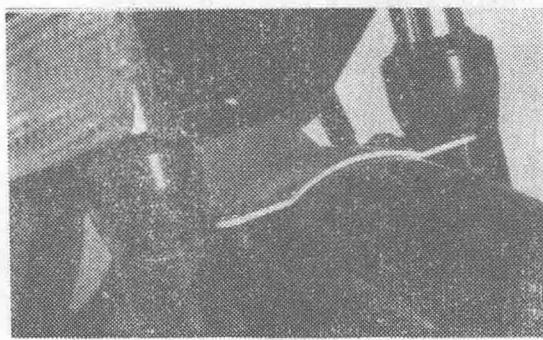

图 31
⑧ 轮胎的摩擦系数越大，前叉反而会有扭曲的感觉。为此，前叉上安装稳定器，以提高侧抗力(图31)。